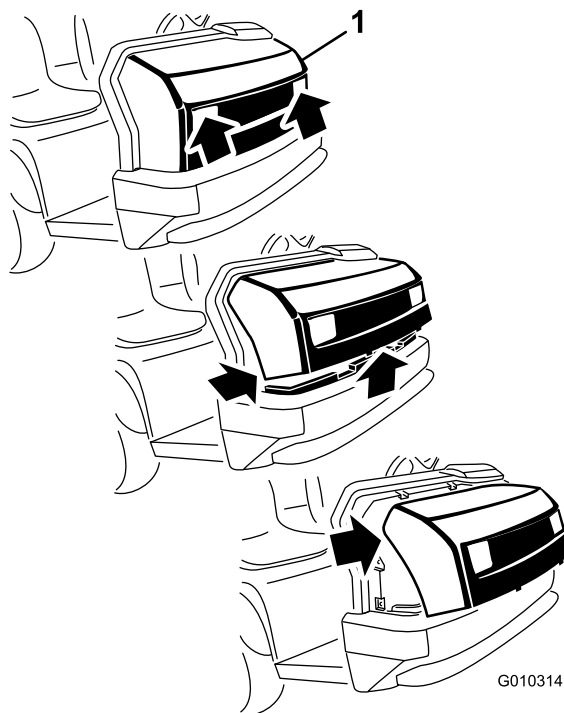

Figure 1
1. Saisissez le capot par les ouvertures des phares et soulevez-le pour dégager les pattes de fixation inférieures des fentes du cadre (Figure 1).
2. Faites pivoter le bas du capot vers le haut jusqu'à ce que vous puissiez dégager les pattes de fixation supérieures des fentes du cadre (Figure 1).
3. Faites pivoter le haut du capot en avant et débranchez les connecteurs des fils des phares (Figure 1).